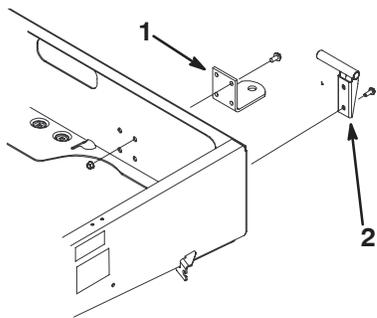

Figure 7
2. Placez la patte de remorquage en face des trous de montage sur le châssis. Fixez la patte d'attelage en position avec les vis et écrous (Fig. 7).
2. Fixez le support de pivot gauche à l'angle arrière gauche du châssis à l'aide de 2 vis à embase (3/8 x 1 pouce). Serrez les vis à 22 Nm. Positionnez le pivot comme illustré à la Figure 7.